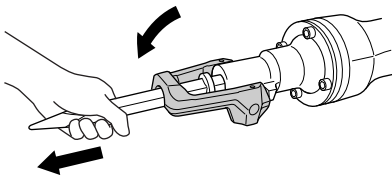

Fig. 5
- (3) Fije el accesorio en su lugar poniendo el retén en la posición de fijación. Para comprobar si ha quedado adecuadamente montada, tire del mismo. (Fig. 5)